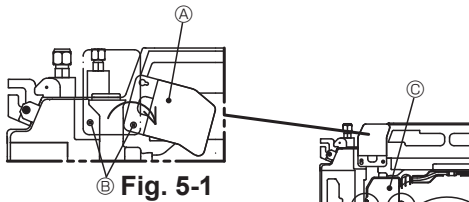

Fig. 5-1
1. Afloje los dos tornillos que fijan el panel de servicio del cableado eléctrico a la entrada de cables (cable de alimentación), y luego gire el panel de servicio a la posición mostrada en el diagrama. (Fig. 5-1)